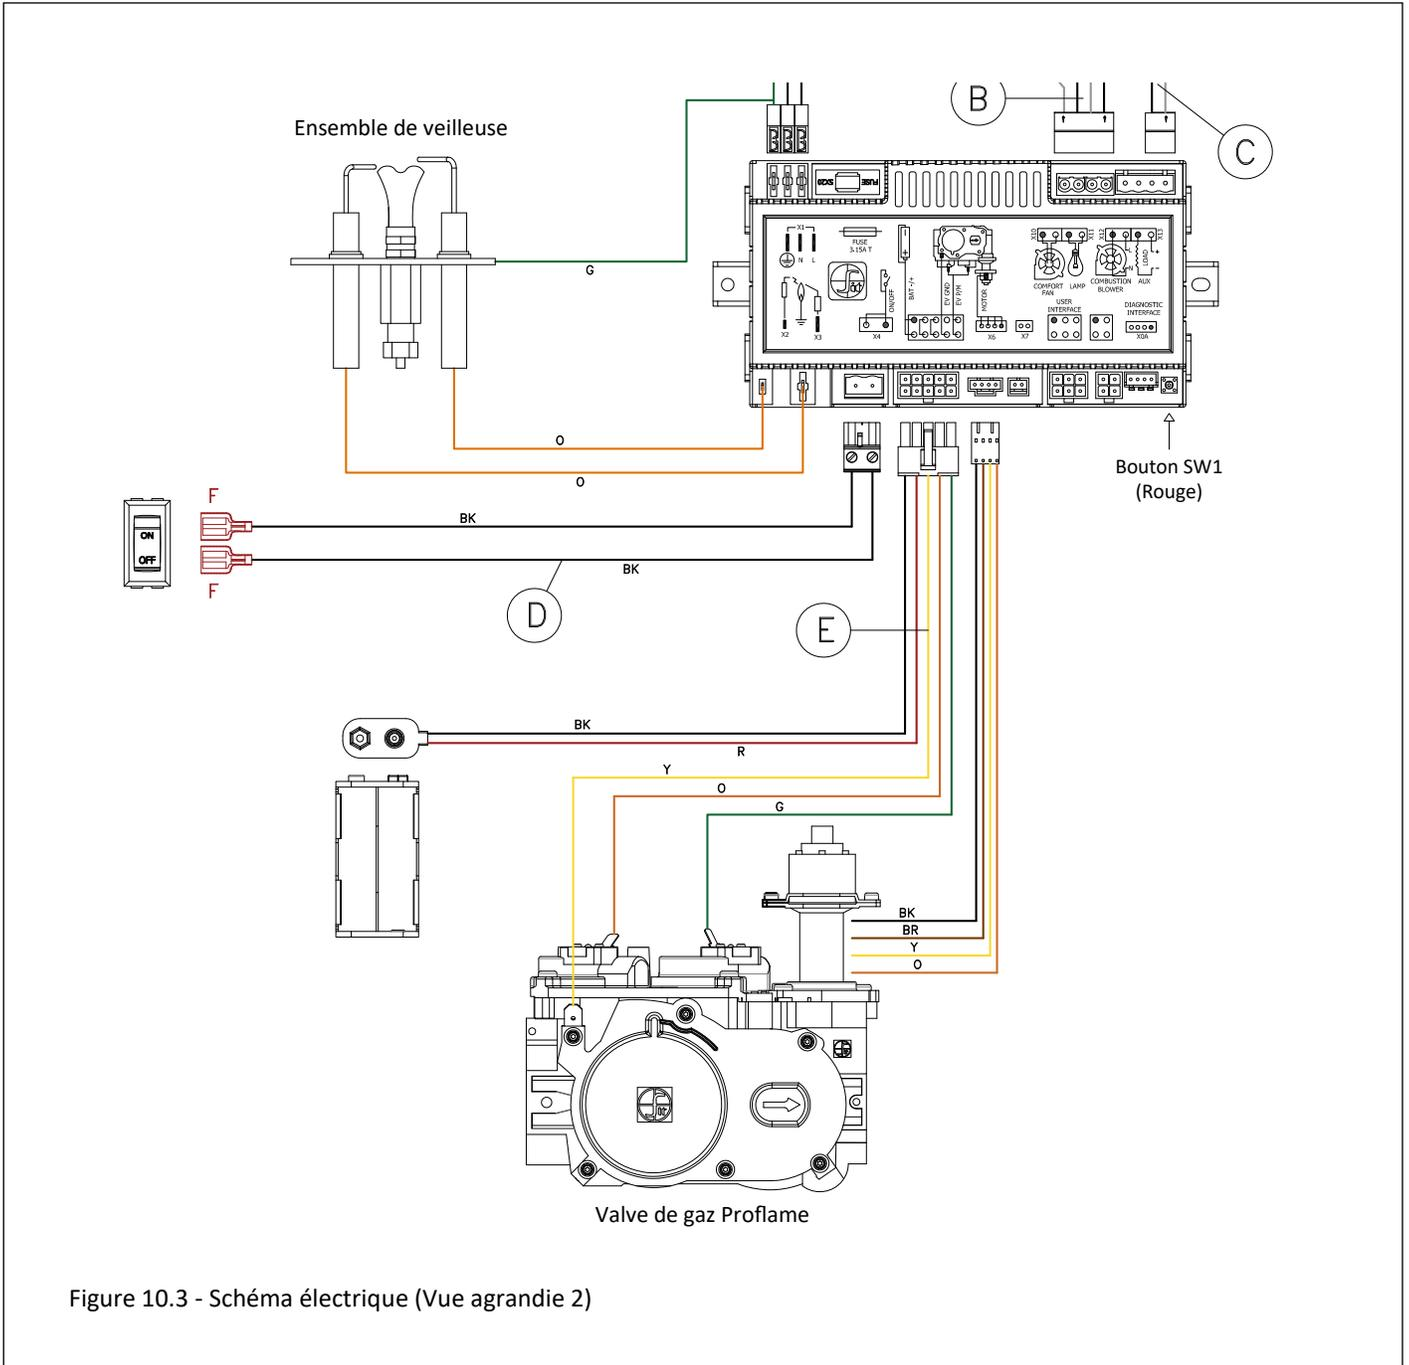

Figure 10.3 - Schéma électrique (Vue agrandie 2)
- La Figure 10.3 montre une vue agrandie du schéma de câblage. Cette figure montre l'ensemble de veilleuse, l'interrupteur à bascule On/Off, le bloc-piles de secours, la valve de contrôle de gaz et le bouton de synchronisation de télécommande (SW1).